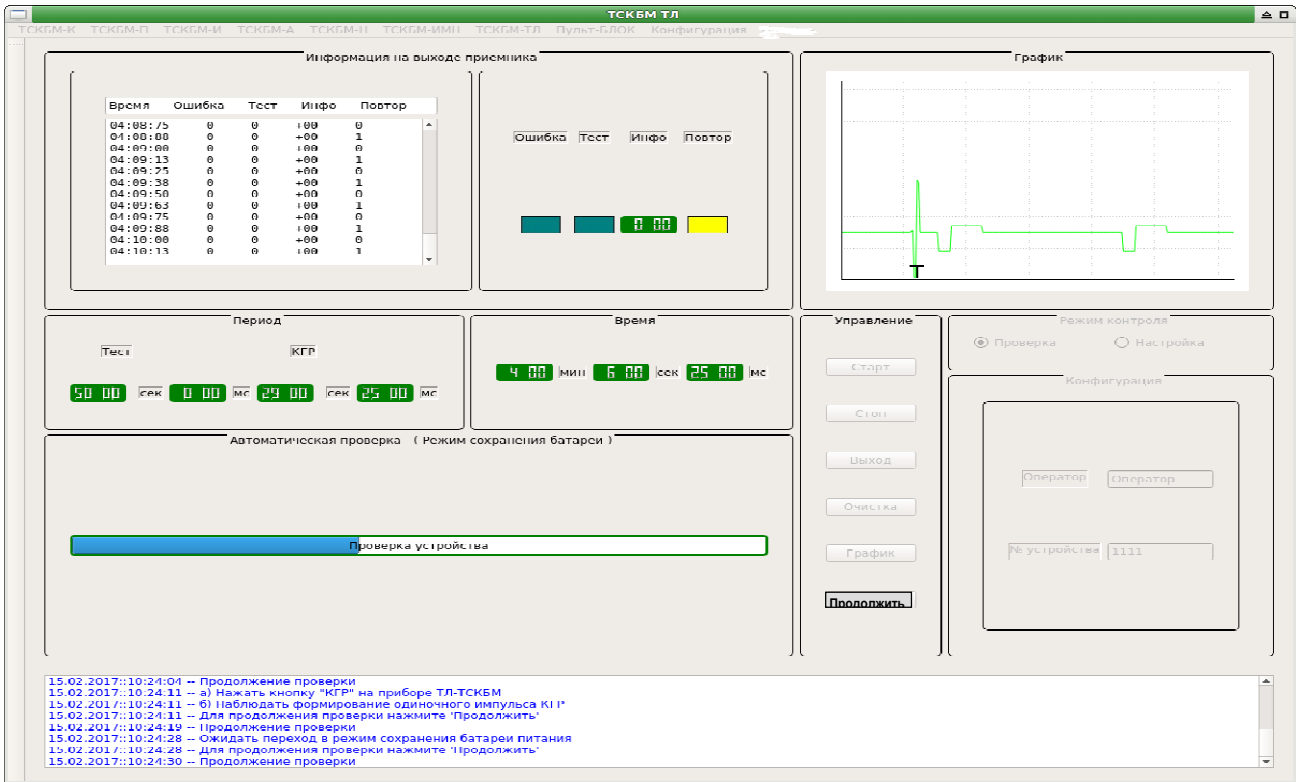

Рисунок 6.3 – Окно проверки прибора ТЛ-ТСКБМ, проведение проверки
5) В ходе выполнения проверки прибора ТЛ-ТСКБМ программа дает указания оператору и запрашивает его о подтверждении действий. Оператор должен незамедлительно подтверждать свои действия нажатием кнопки Продолжить на панели Управление, рисунок 6.3.